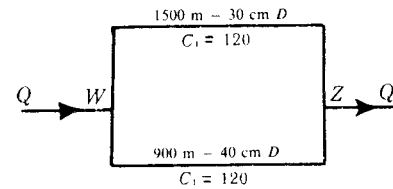

Fig. 8-11
19. El sistema de tuberías en paralelo, mostrado en la Fig. 8-11, es el mismo que aparece como parte del sistema del Problema 11. Determinar, para $Q = 456$ l/seg (caudal total), los caudales en las dos ramas del circuito utilizando el método de Hardy Cross.